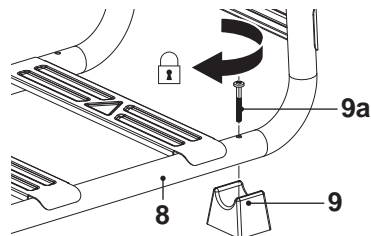

Fig. 1
1. Alinee el pie (9) con el orificio del bastidor (8) (Fig. 1).